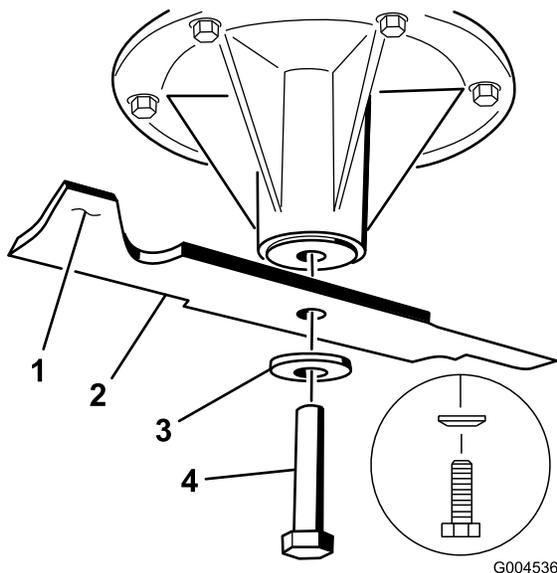
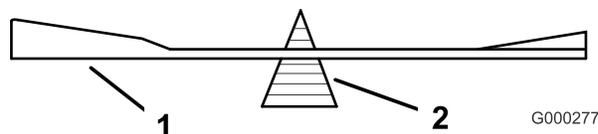

Figure 73
Figure 75
2. Enlevez de l'axe, le boulon, la rondelle bombée et la lame (Figure 73).
2. Vérifiez l'équilibre de la lame en la plaçant sur un équilibreur (Figure 75). Si la lame reste horizontale, elle est équilibrée et peut être utilisée. Si la lame est déséquilibrée, limez un peu l'extrémité de la partie incurvée seulement (Figure 73). Répétez la procédure jusqu'à ce que la lame soit équilibrée.